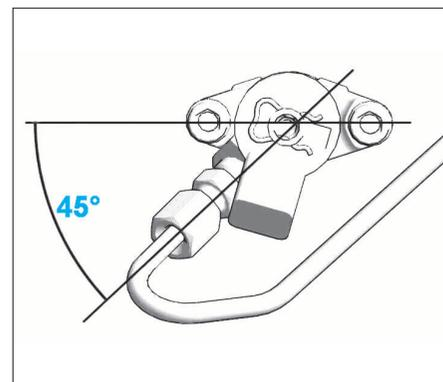

FIG. 48
- l'injecteur (9)
- les joints (10)
- les bagues d'étanchéité d'injecteurs (12)
- remplacer les tuyaux haute pression (7) déposés ainsi que les joints (10) et les bagues d'étanchéité d'injecteurs (12).
- à la repose des injecteurs, respecter l'angle de 45° (Fig.48).
- serrer les écrous (8) à 0,5 daN.m + 65°.